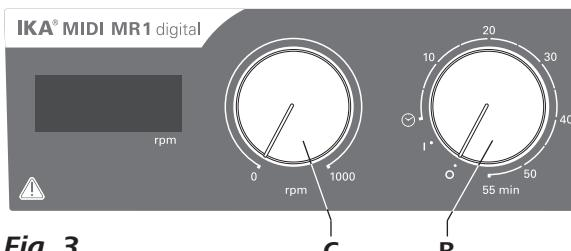

Fig. 3
- ⇒ Za vklop naprave vrtljivi gumb »On/Off« in »Timer« (B, glejte Fig. 3) premaknite v smeri urinega kazalca na položaj »1«.
- ⇒ Za izklop naprave vrtljivi gumb »On/Off« in »Timer« (B) premaknite v smeri urinega kazalca na položaj »0«.
- ⇒ Za vklop naprave vrtljivi gumb »On/Off« in »Timer« (B, glejte Fig. 3) premaknite v smeri urinega kazalca prek položaja »0«.
- ⇒ Število vrtljajev motorja nastavite z vrtljivim gumbom »Speed« (C, glejte Fig. 3). Pri napravi **MIDI MR 1 digital** lahko število vrtljajev motorja nastavite od 0 do 1000 obratov na minuto (rpm) in pri napravi **MAXI MR1 digital** 0 do 600 obratov na minuto (rpm).